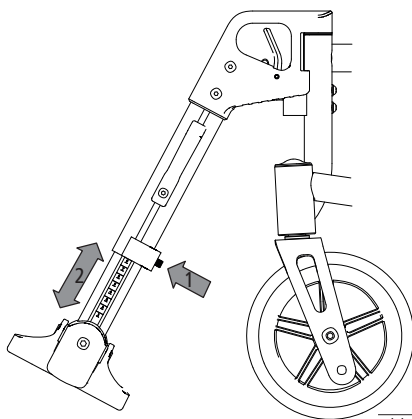

Abb. 6
1. Zum Einstellen lösen Sie die Verschraubung an der Hinterseite der Beinstütze (1, Abb. 6), bis der untere Teil der Beinstütze teleskopierbar ist.
2. Bringen Sie die Fußplatte in die für Sie angenehme Position (2, Abb. 6) und fixieren Sie die Verschraubung anschließend. Um eine gleichmäßige Höheneinstellung beider Seiten zu erzielen, sind zur besseren Orientierung außenseitig Indexierungen angebracht.